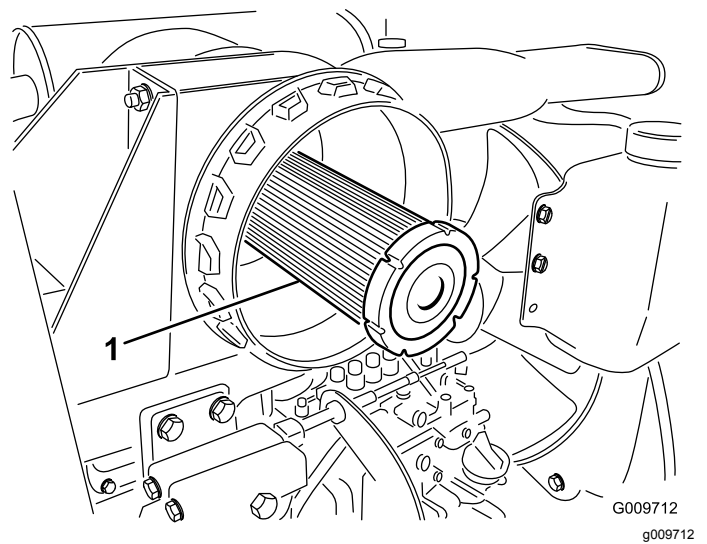

Bild 90
**Wichtig:** Versuchen Sie nie, den Sicherheitsfilter zu reinigen (Bild 90). Tauschen Sie den Sicherheitsfilter bei jeder dritten Wartung des Hauptluftfilters aus.